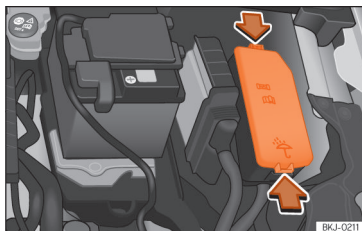

Abb. 50 Im Motorraum: Abdeckung des Sicherungskastens.
- Drücken Sie die Verriegelungslaschen, um die Abdeckung des Sicherungskastens zu entriegeln »» Abb. 50.